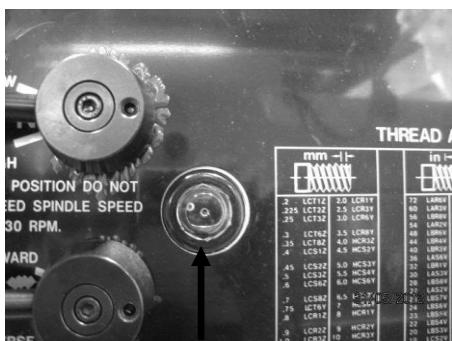

Рис.23. Смотровое окно масляного насоса.
13. Поверните красную кнопку АВАРИЙНОЙ остановки по часовой стрелке, пока она не высокочит и не запустит насос. Наблюдайте за смотровым окном масляного насоса (Рис. 23). Когда масло вытечет из трубы и будет заметно в смотровом окне, можно запускать токарный станок.